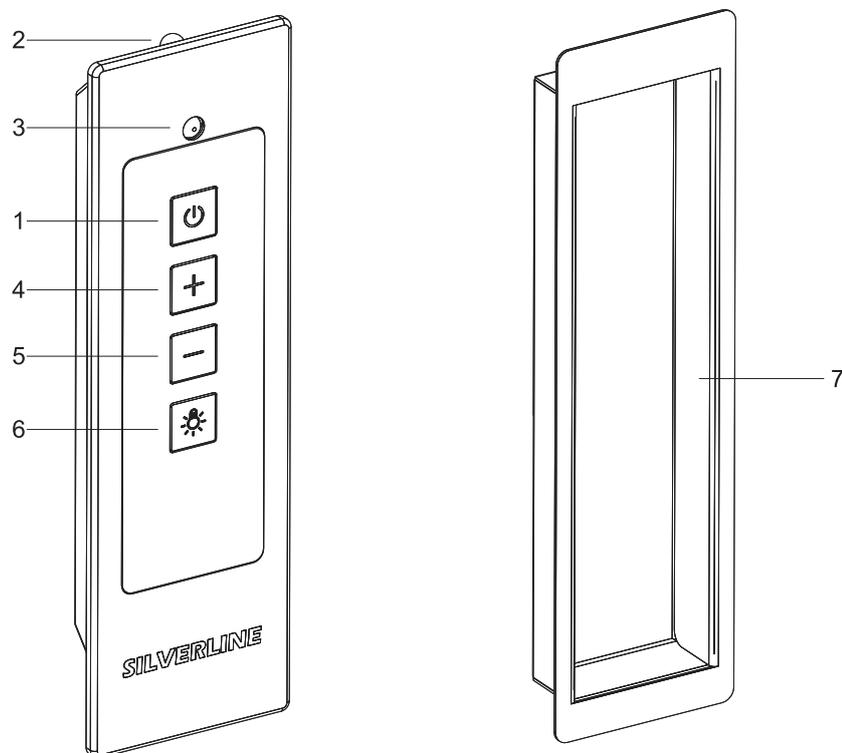

Abb. 35: Fernbedienung
Alternativ kann die Haube auch per Fernbedienung aus der Kartonage heraus hochgefahren werden. Dazu Fernbedienung mit dem Infrarot-Auge an der Frontseite (siehe Beschriftung Kartonage) positionieren und die Taste 4 (+) der Fernbedienung (Abb. 35) gedrückt halten, bis 2x ein Signal ertönt, dann direkt die Taste loslassen.
Zum Unterbrechen des Hochfahrens die Taste 5 (-) auf der Fernbedienung (Abb. 35) betätigen.
**Taste 1 (Abb. 35) Gerät Ein-/Aus- und weitere Funktionen:** Dient zum Ein- und Ausschalten des Motors. Wenn die Taste gedrückt wird, während sich die Dunstabzugshaube im Ausgeschaltetem Zustand in der oberen Endposition befindet, senkt sich die Dunstabzugshaube um ca. 20 cm nach unten, die Kochfeldbeleuchtung wird eingeschaltet und die Dunstabzugshaube läuft in der 1. Leistungsstufe an. Befindet sich die Dunstabzugshaube mehr als 20 cm unterhalb der Decke, läuft beim Drücken der Taste die 1. Leistungsstufe ohne eine Neupositionierung und ohne dass die Beleuchtung eingeschaltet wird. Die ausgewählte Leistungsstufe sehen sie an der Anzahl der LED-Leuchten.
**Taste 4 (Abb. 35): Leistungsstufen erhöhen - Boost-Stufe und Dunstabzugshaube hochfahren:**
-	<p>Taste 5 (Abb. 35): Leistungsstufe reduzieren - Dunstabzugshaube hinunterfahren - Nachlaufautomatik aktivieren/deaktivieren:</p> <p>Ihre Dunstabzugshaube startet immer in der 1. Leistungsstufe. Um die Leistungsstufe zu reduzieren drücken Sie die Taste 5 (-).</p> <p>Zur Auswahl stehen Ihnen 3 normale Leistungsstufen und 1 Boost-Stufe. Die Boost-Stufe läuft für ca. 7 Minuten, danach schaltet Ihr Gerät wieder zurück in die 3. Leistungsstufe.</p> <p>Anhand der Anzahl der leuchtenden LED-Leuchten sehen Sie welche Leistungsstufe ausgewählt ist (z.B 1 LEDs bei 1. Leistungsstufe, 2 LEDs bei 2. Leistungsstufe usw.).</p> <p>Um die Lift-Funktion zu aktivieren drücken Sie die Taste 5 (-) für ca. 1 Sekunden (es ertönt 2-mal ein Piepton) und Ihre Dunstabzugshaube fährt nach unten. Sollte keine weitere Taste gedrückt werden, fährt ihre Dunstabzugshaube bis an die untere Endposition. Um die Dunstabzugshaube in der gewünschten Position anzuhalten, drücken Sie kurz die Taste 4 (+) oder Taste 5 (-).</p> <p>Ihre Dunstabzugshaube ist mit einer 15-minütigen Nachlaufautomatik ausgestattet. Um diese zu aktivieren drücken und halten Sie die Taste 5 (-) für ca. 2 Sekunden lang (es ertönt 3-mal ein Piepton) und die LEDs, entsprechend der Leistungsstufe, blinken auf. Durch nochmaliges drücken der Taste 5 (-) deaktivieren Sie die Nachlaufautomatik, der Timer wird abgebrochen und die LEDs hören auf zu blinken.</p> <p>Durch erhöhen oder reduzieren der Leistungsstufe schaltete sich die Nachlaufautomatik automatisch ab.</p>
<p>✳</p>	<p>Taste 6 (Abb. 35): Beleuchtung ein- und ausschalten - RGB-Funktion und Farbtemperatur (Kelvin) steuern:</p> <p>Durch Drücken der Taste 6 schalten Sie die Beleuchtung ein oder aus.</p> <p>Bei ausgeschalteter Beleuchtung wird durch Drücken der Taste 6 die Weiß-Beleuchtung eingeschaltet. Wird innerhalb von 3 Sekunden die Taste 6 erneut gedrückt, wird NUR die RGB-Beleuchtung eingeschaltet und durch nochmaliges Drücken der Taste 6 innerhalb von 3 Sekunden wird sowohl die RGB- und die Weiß-Beleuchtung eingeschaltet.</p> <p>Nach einschalten der Beleuchtung bitte mindestens 4 Sekunden warten, wenn die Beleuchtung wieder ausgeschaltet werden soll.</p> <p>Durch längeres Drücken gelangen Sie in die Einstellung für Speichern der ausgewählten Farbe oder Helligkeit.</p>